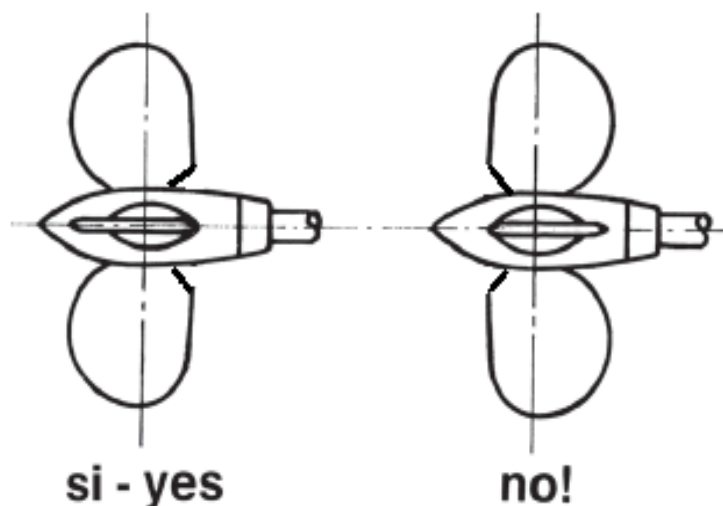

Fig.4
D) Oriente las palas en la posición de bandera (debe estar perfectamente alineadas las palas con el eje. Preste atención que el perfil correcto que muestre sea el que aparece en la Fig 4.
*Move the blades into the feathered position, making sure that the rounded trailing edges of the blades are aft as shown in Fig. 4*
- En posición de bandera las palas deben estar perfectamente alineadas y orientadas como en la Fig. 4
- *In the feathered position the blades must be perfectly lined up and set like Fig. 4*